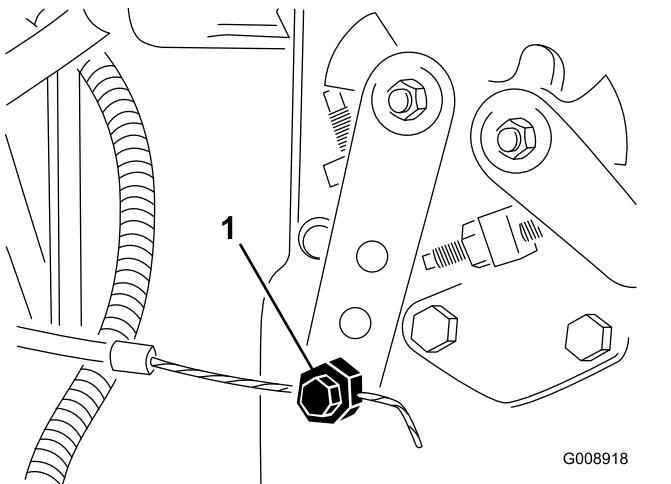

Figure 73
2. Desserrez le connecteur du câble d'accélérateur sur le bras du levier de la pompe d'injection (Figure 73).